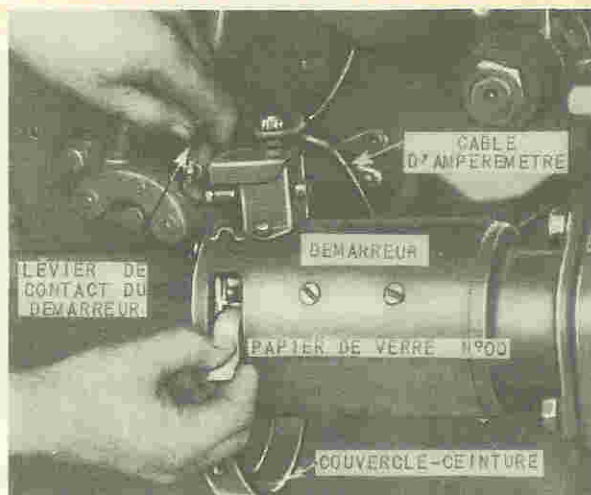

Figure 37A - Nettoyage du collecteur de démarreur.
Pour nettoyer le collecteur, assurez-vous tout d'abord que le contact d'allumage est coupé. Retirez les balais, enfoncez le bouton de démarrage et glissez une feuille de papier de verre N° 00 sur le collecteur pour enlever la saleté et la décoloration, figure 37A. N'employez jamais pour cela de toile émeri ou de toile au carborandum. Après nettoyage, chassez toute la poussière en soufflant dans le boîtier du collecteur.
2. Enlevez de la borne du commutateur de démarrage le câble de la batterie et celui de l'ampèremètre, figure 37A.